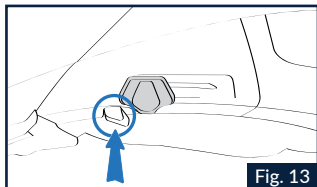

Fig. 13
1.2 Pour désactiver le VPS, appuyer sur la touche de retour comme le montre la Fig.13, jusqu'au déblocage du VPS, qui revient automatiquement à la position de non-utilisation.